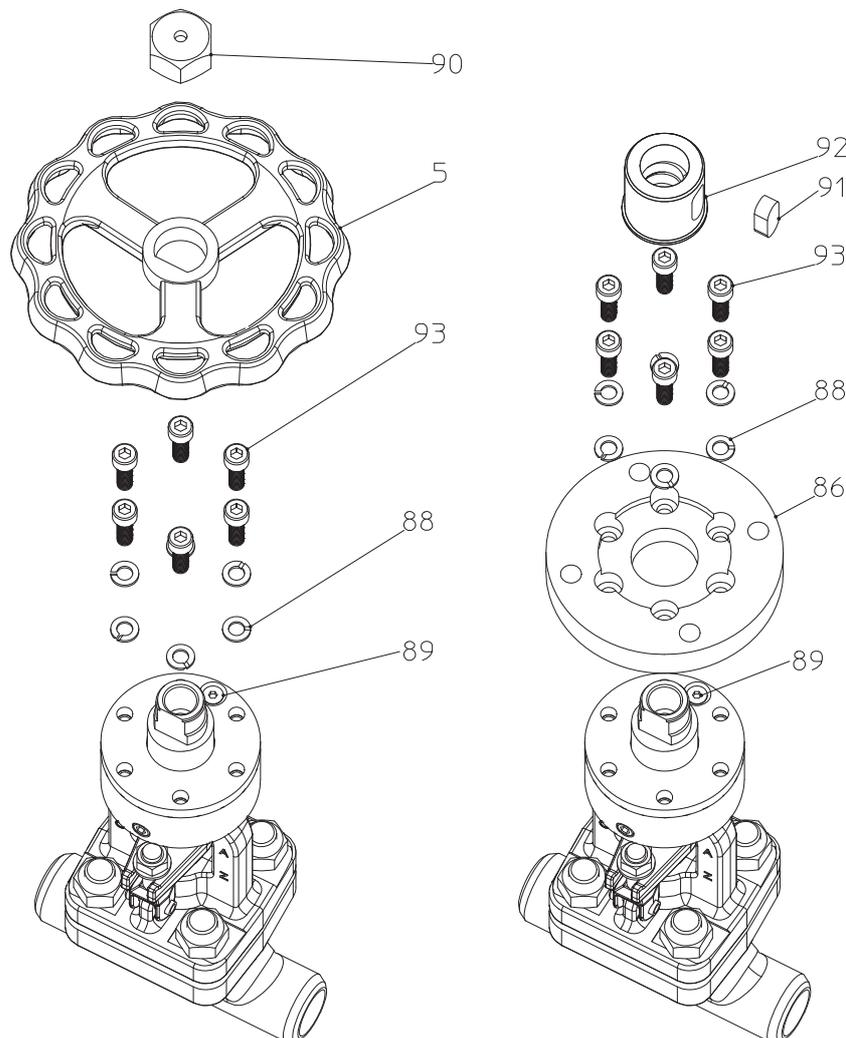

Bild 11: Umbau von Handrad auf Anschluss F10 nach ISO 5210 Gruppe (Steckbuchse) B1
- Senkkopfschraube (Pos. 89) im Deckel bleibt zur Sicherung verschraubt. Ausrichtung F10 Flansch anhand der Explosionsdarstellung (Bild 11) beachten!
- F10 Flansch (Pos. 86) anhand der vorhandenen Bohrungen (siehe Bild 11) ausrichten